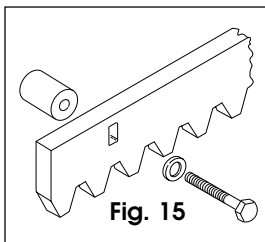

Fig. 15
4.4.2 CREMALLERA DE ACERO PARA ENROSCAR (Fig. 15)